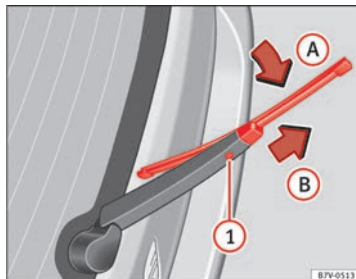

Abb. 120 Scheibenwischerblatt der Heckscheibe auswechseln.
- Scheibenwischerarm anheben und um einen Winkel von etwa 60° wegklappen ⇒ Abb. 120.
- Entriegelungstaste ① gedrückt halten.
- Scheibenwischerblatt in Richtung Scheibenwischerarm ⇒ Abb. 120 (Pfeil A) kippen und gleichzeitig in Pfeilrichtung B abziehen. Dazu kann ein erhöhter Kraftaufwand notwendig sein.